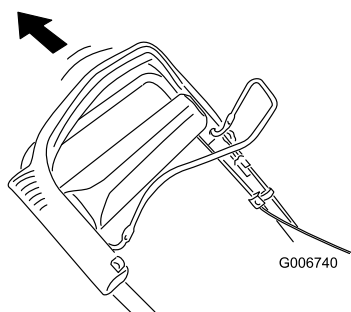

Figura 27
2. Tirate completamente indietro la stegola superiore (Figura 27).